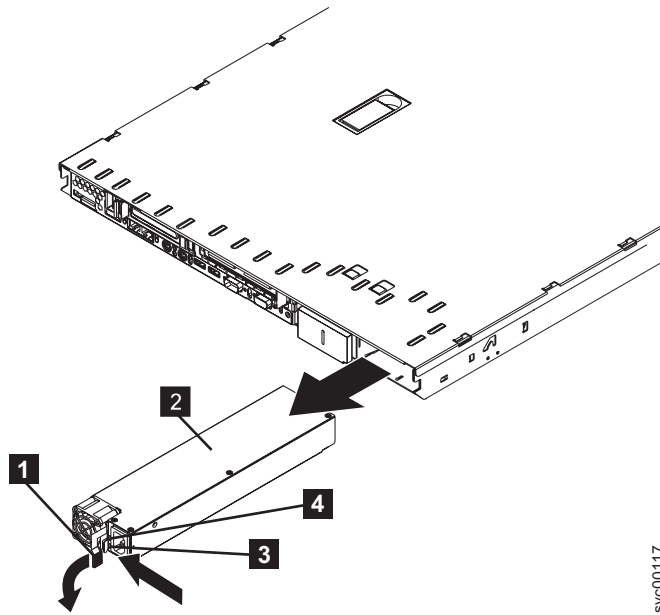

図 143. SAN ボリューム・コントローラー 2145-8F2 電源機構の取り外し
4. ノードの後部で、490 ページの図 143 で示すように、オレンジ色のリリース・レバーを左方に押してから下方に押し、電源機構アセンブリーを解放します。これは、電源装置を少し後に移動し、簡単に取り外しができます。